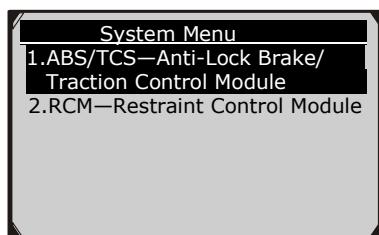

Figura 6.18
- 11) Seleccione la entrada de **Control Unit** para entrar en la pantalla de opciones de **menú del sistema** y seleccione la entrada del **módulo de control** deseado para obtener información DTC almacenado en la computadora a bordo del vehículo. (Figura 6.18)